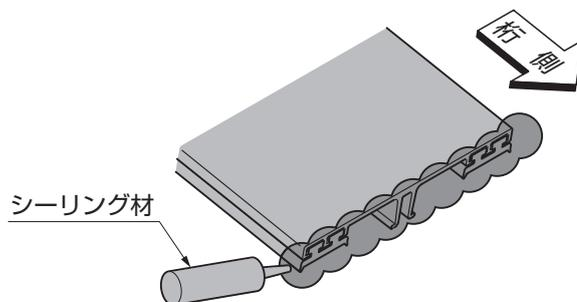

図13-8 垂木・妻垂木カバー
- ④垂木カバー、妻垂木カバーにシーリングをしてください。(図13-8参照)